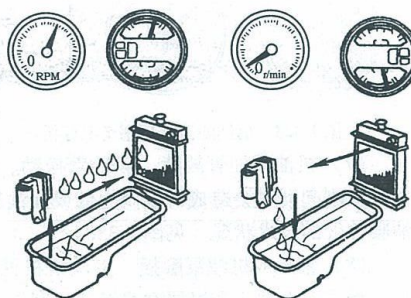

图 1-335 机油冷却器泄漏造成机油稀释
- 2) 机油冷却器泄漏, 使机油漏入冷却液中, 见图 1-335。